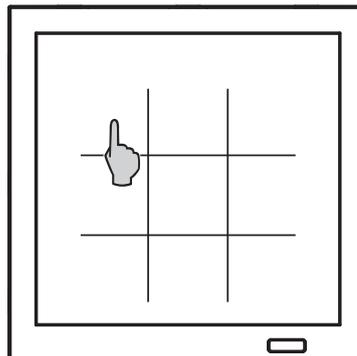
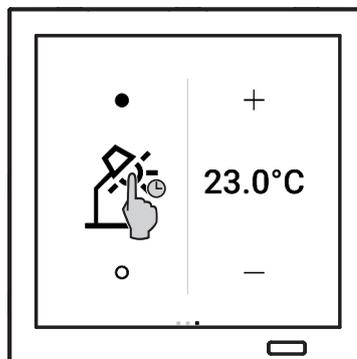

Fig. 8: Mostrar zona/función
Fig. 9: Mostrar función
- Seleccionar el icono para zona (fig. 8) en el menú principal.
- Seleccionar el icono para función (fig. 8) en la zona correspondiente o pulsar y mantener pulsado favoritos (fig. 9).